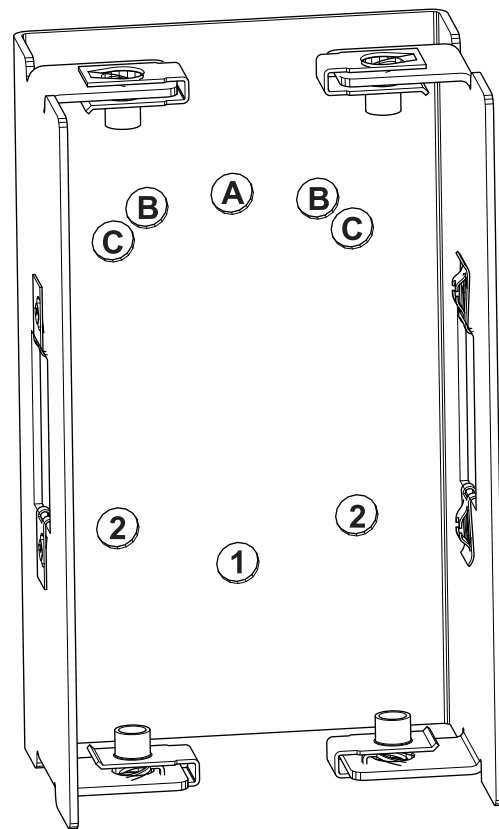

Figure 3
3. Déterminez quels trous à utiliser pour installer le support de montage sur le support de feu. Voir le tableau ci-dessous et la Figure 3.
Remarque: Il y a 2 positions pour B et 2 à la Figure 3. Les trous corrects sont déterminés selon que vous montez les feux sur le côté droit ou gauche de l'arceau de sécurité. Veillez à diriger les feux directement vers l'arrière.
Positions des trous à utiliser (Figure 3)	Machine